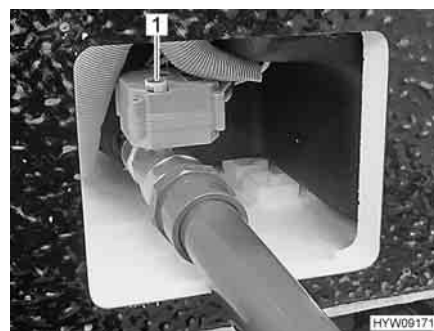

Fig. 158 Azionamento manuale del rubinetto di scolo delle acque grigie
- Per aprire il rubinetto di scolo delle acque grigie sollevare la manovella (Fig. 158,1) e ruotarla in senso antiorario fino a battuta. La direzione di rotazione (O per apertura, S per chiusura) è indicata sulla manovella.
- Per chiudere il rubinetto di scolo delle acque grigie sollevare la manovella (Fig. 158,1) e ruotarla in senso orario fino a battuta.